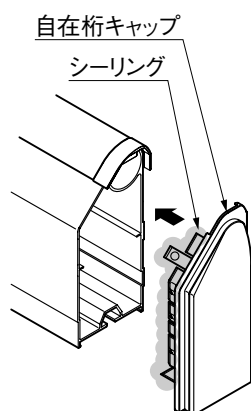

図5-2
- ② 自在桁キャップの嵌合部分にシーリング材を塗布してください。(図5-2参照)